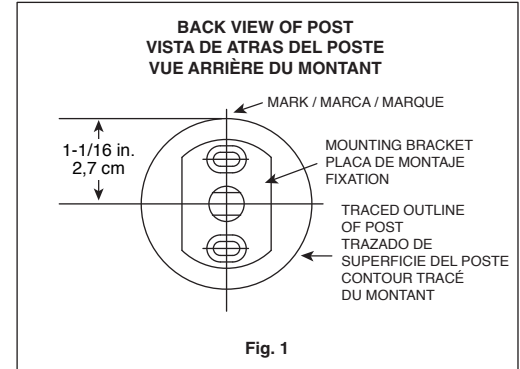
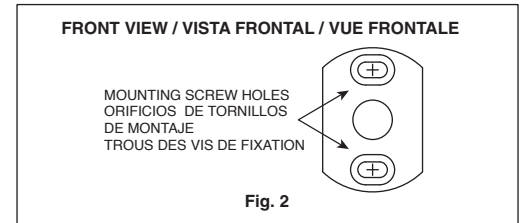
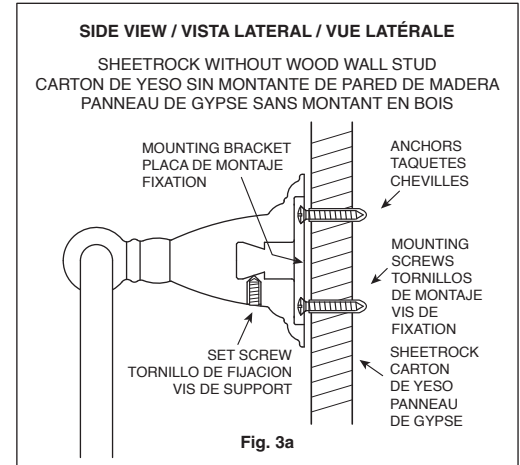
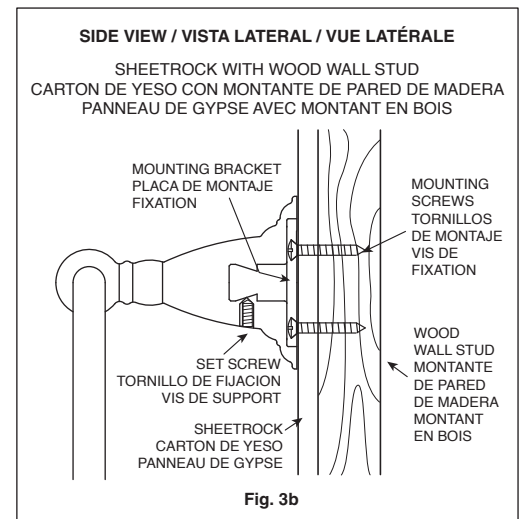

Fig. 1
Fig. 2
Fig. 3a
Fig. 3b
1. Locate the unit on the wall where desired and mark the top center of the unit, **Fig. 1**. Draw a 1-3/4 in. vertical line from the mark. Measure 1-1/16 in. down from the mark and draw a 1 in. horizontal line. Position the center hole of the mounting bracket over the intersection of the lines. Be certain that the vertical line is in the center of the oblong holes. Mark the screw locations in the centers of the oblong holes, **Fig. 2**. On ceramic tile, try to locate the mounting hole locations on a grout line. If mounting into ceramic tile, place masking tape on the mounting area before marking the location to prevent the drill bit from sliding across the tile. To drill through ceramic tile, obtain a 1/4 in. diameter carbide tip drill bit.
Drill 1/4 in. diameter holes where indicated, **Fig. 2**. Push in the plastic anchors until flush with the wall and screw the steel mounting bracket to the wall, **Fig. 3a**. Do not overtighten the mounting screws.
Drill 3/32 in. diameter holes for easy screw mounting, **Fig. 2**. DO NOT USE PLASTIC ANCHORS. Screw the steel mounting bracket to the wall, **Fig. 3b**. Do not overtighten the mounting screws.
3. Unscrew the set screw if necessary to fit the assembly over the wall mounting bracket. Slip the assembly over the mounting bracket with the set screw on the body, **Figs. 3a and 3b**. The assembly must hook over the mounting bracket. Push flush with the wall and tighten the set screw.
1. Sitúe la pieza en la pared en la posición deseada y marque el centro de la parte superior, **Fig. 1**. Trace una línea vertical de 4,4 cm desde la marca. Mida 2,7 cm desde la marca hacia abajo y trace una línea horizontal de 2,5 cm. Coloque el centro del orificio de la placa de montaje en la intersección de esas líneas. Asegúrese de que la línea vertical esté en el centro de los orificios rectangulares. Marque el lugar de los tornillos en el centro de los orificios rectangulares, **Fig. 2**. Si instala sobre azulejo, trate que los agujeros queden sobre las líneas de union del azulejo. Para taladrar a través del azulejo use una broca con punta de carburo de 0,6 cm y use masking tape para evitar que la broca se resbale.
Taladre huecos de 0,6 cm de diametro en los lugares indicados, **Fig. 2**. Introduzca los taquetes de plástico hasta que estén a ras con la pared y atornille la placa de montaje a la pared, **Fig. 3a**. No apretarlo fuertemente los tornillos de montaje.
Taladre huecos de 0,24 cm de diametro para lo montaje fácil de tornillo, **Fig. 2**. NO USE LOS TAQUETES DE PLASTICO. Atornille la placa de montaje a la pared, **Fig. 3b**. No apretarlo fuertemente los tornillos de montaje.
3. Si es necesario, afloje el tornillo prisionero para encajar el ensamble en los soportes de montaje. Deslice el ensamble sobre el soporte de montaje con el tornillo prisioneros en el cuerpo, **Figs. 3a y 3b**. El conjunto debe engancharse sobre la placa de montaje. Introduzca hasta que esté a ras con la pared y apriete el tornillo de fijación.
1. Désignez l'endroit où vous voulez installer l'unité et faites une légère marque au-dessus du centre de l'unité, **Fig. 1**. Tracez une ligne verticale de 4,4 cm à partir de la marque. À 2,7 cm sous la marque, tracez une ligne horizontale de 2,5 cm. Placez le trou du centre de la fixation vis-à-vis l'intersection des lignes. Assurez-vous que la ligne verticale est au centre des trous ovales. Marquez la position des vis dans le centre des trous ovales, **Fig. 2**. Sur les carreaux de céramique, essayez de faire correspondre les trous de fixation avec un joint de coulis. Si vous devez percer les carreaux de céramique, appliquez du ruban-cache sur ceux-ci pour empêcher le foret de glisser. Utilisez un foret en carbure de 0,6 cm pour percer dans des carreaux en céramique.
Percez les trous de 0,6 cm de diamètre où vous l'avez indiquez, **Fig. 2**. Enfoncez les chevilles de plastique dans le mur pour que les têtes sont à ras le mur puis vissez la fixation de métal au mur, **Fig. 3a**. Ne trop serrez pas les vis de fixation.
Percez les trous de 0,24 cm de diamètre pour le support facile de vis, **Fig. 2**. N'UTILISEZ PAS LES CHEVILLES DE PLASTIQUE. Vissez la fixation de métal au mur, **Fig. 3b**. Ne trop serrez pas les vis de fixation.
3. Dévissez la vis de positionnement si besoin est de façon à mettre l'assemblage sur le support de montage du mur. Glissez l'assemblage sur le support de montage avec la vis de positionnement sur le corps, **Figs. 3a et 3b**. Le support doit pouvoir s'accrocher sur la fixation. Poussez pour que le tout soit bien aligné contre le mur et resserrez la vis de support.